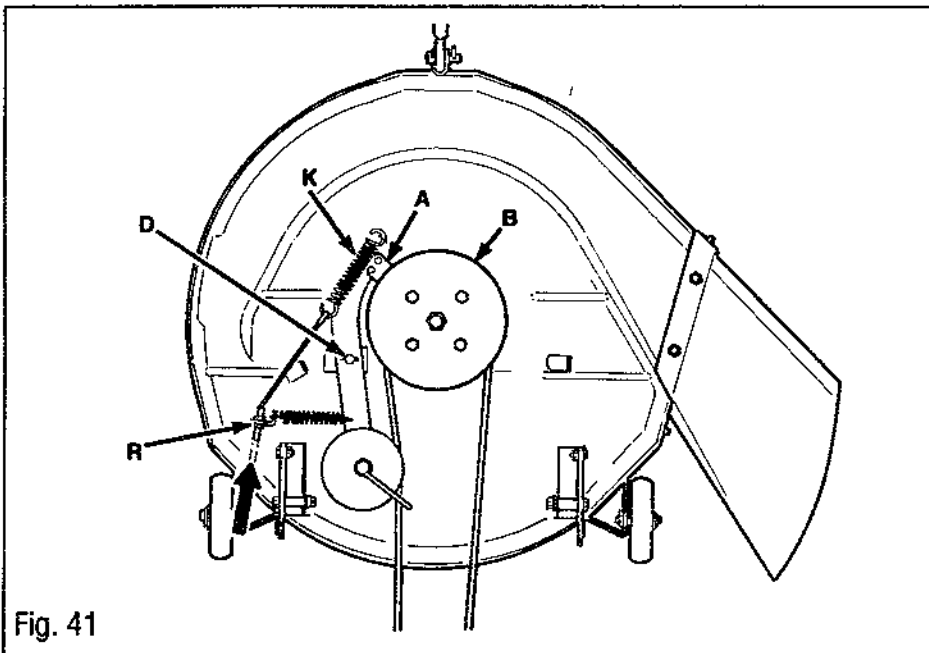

Fig. 41
2. Ajuster câble et ressort (K, Fig. 41 et 43) aux écrous (R, Fig. 41 et 43) jusqu'à ce que le mou du ressort (K, Fig. 41) soit absorbé.
3. Si un patin de frein (A, Fig. 41) n'est pas centré sur la poulie (B), ajuster le pivot du bras de tension (D) suivant besoin, en déplaçant les rondelles sur le pivot.
4. Si la lame ne s'arrête toujours pas sous 5 secondes une fois que l'entraînement de la tondeuse est désengagé, remplacer le patin de frein (A).